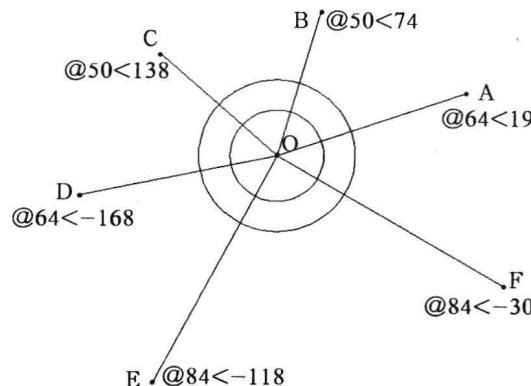

图 3-7-1
(1) 在“绘图”面板中，单击“圆心、半径”按钮 \odot ，单击一点，输入“15”，按 Enter 键。再次单击“圆心、半径”按钮 \odot ，捕捉并单击圆心，输入“25”，按 Enter 键。
(2) 在“绘图”面板中，单击“直线”按钮 $/$ ，捕捉并单击圆心，输入直线另一端点的相对极坐标“@64<19”，按两次 Enter 键，绘制长度为 64，与 X 轴角度为逆时针 19 度的斜线 OA。
(3) 单击“直线”按钮 $/$ ，捕捉并单击圆心，输入直线另一端点的相对极坐标“@84<-30”，按 Enter 键，绘制长度为 84，与 X 轴角度值为 30 的斜线 OF。
(4) 用同样的方法绘制其他的直线，如图 3-7-1 所示。